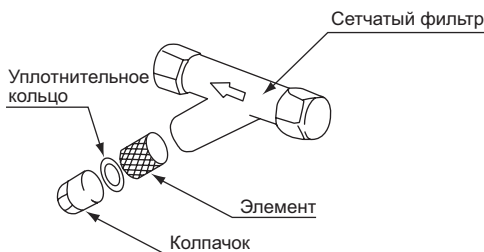

Рис. 2
2. Извлеките и очистите элемент внутри сетчатого фильтра. (Рис. 2)